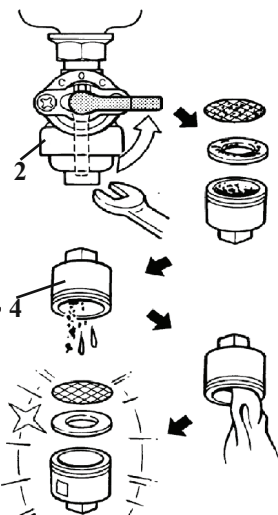
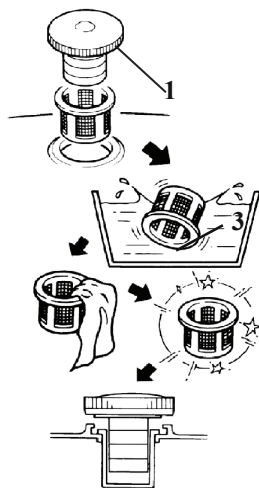

рис. 4
рис. 5
- снимите крышку бензобака (рис.5 поз.1) и колпачок крана подачи бензина (рис.4 поз.2), стараясь не повредить уплотнение;
- удалите загрязнения с фильтров (рис.4 и 5 поз.3 и 4) промыванием в растворителе (типа Уайт-Спирит) и продувкой;
колпачка крана подачи топлива (рис.4 поз.2).